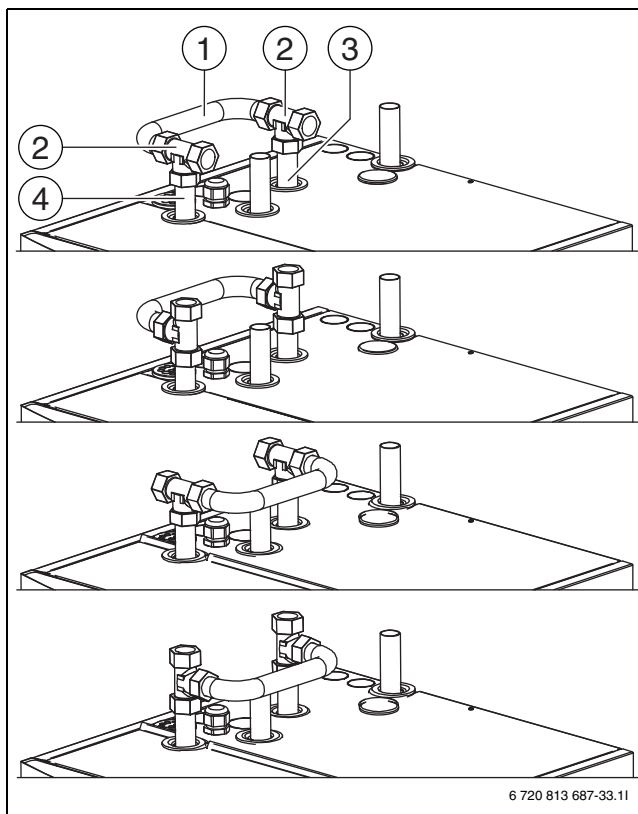

Bild 19 Bypass
- Anslut värmesystemets returledning till [4] (→ Bild 19).
- Anslut värmesystemets framledning till [3] (→ Bild 19).
Montera bypassrör och T-kopplingar enligt något av alternativen (→ Bild 19).